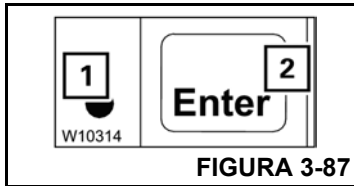

FIGURA 3-87
Para confirmar o modo de movimentação de carga, pressione o botão (2) (Figura 3-87) uma vez:
- Se o modo de movimentação de carga for permitido, a lâmpada (1) se apaga. O *Submenu de monitoramento do modo de movimentação de carga*, página 3-93 se abre e você pode aprovar o modo de movimentação de carga.